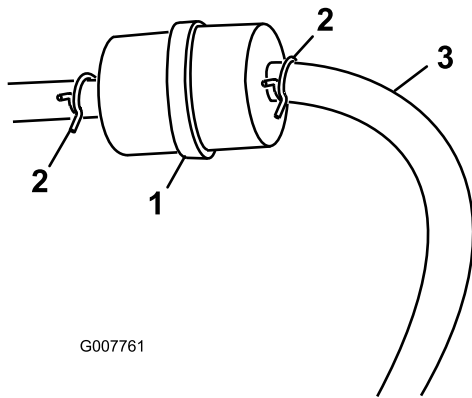

Figura 30
3. Apriete los extremos de las abrazaderas y deslícelas por el tubo alejándolas del filtro (Figura 30).
5. Instale un filtro nuevo y acerque las abrazaderas al filtro (Figura 30).
3. Afloje la abrazadera cerca del filtro de combustible y deslícelas por el tubo, alejándola del filtro de combustible (Figura 30).
4. Desconecte el tubo de combustible del filtro de combustible (Figura 30).
Nota: Deje que el combustible se drene en un recipiente (Figura 30).
5. Instale el tubo de combustible en el filtro de combustible. Acerque la abrazadera al filtro de combustible para fijar el tubo de combustible (Figura 30).